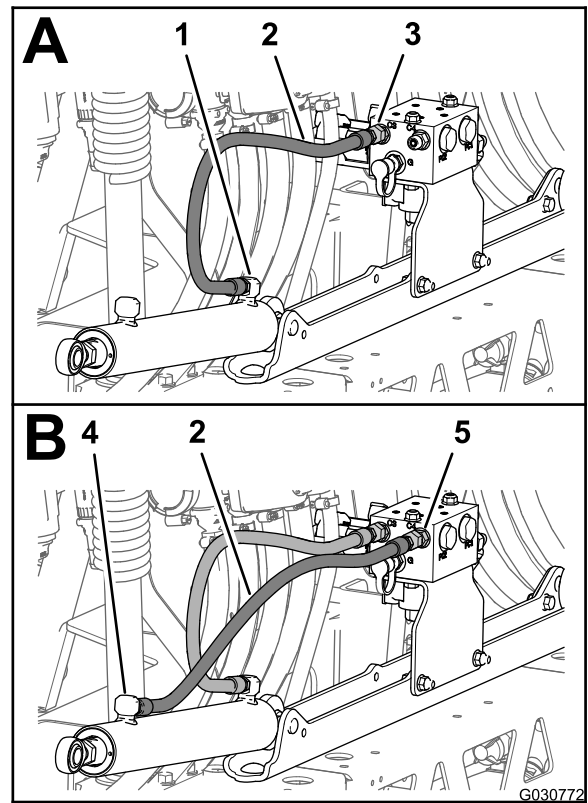

图95
- 将新液压软管 1/4 x 24-3/4 英寸松松安装到左喷洒臂提升油缸的延长端口与喷洒臂提升歧管的 C3 端口之间 图95。
- 将新液压软管 1/4 x 24-3/4 英寸松松安装到左喷洒臂提升油缸的回收端口与喷洒臂提升歧管的 C4 端口之间 图95。
5. 上紧提升油缸延长和回收端口的软管接头 图95 和 图96 扭矩至 2126N·m。
6. 上紧喷洒臂提升歧管的软管旋转螺母 图95 和 图96 扭矩至 2430N·m。